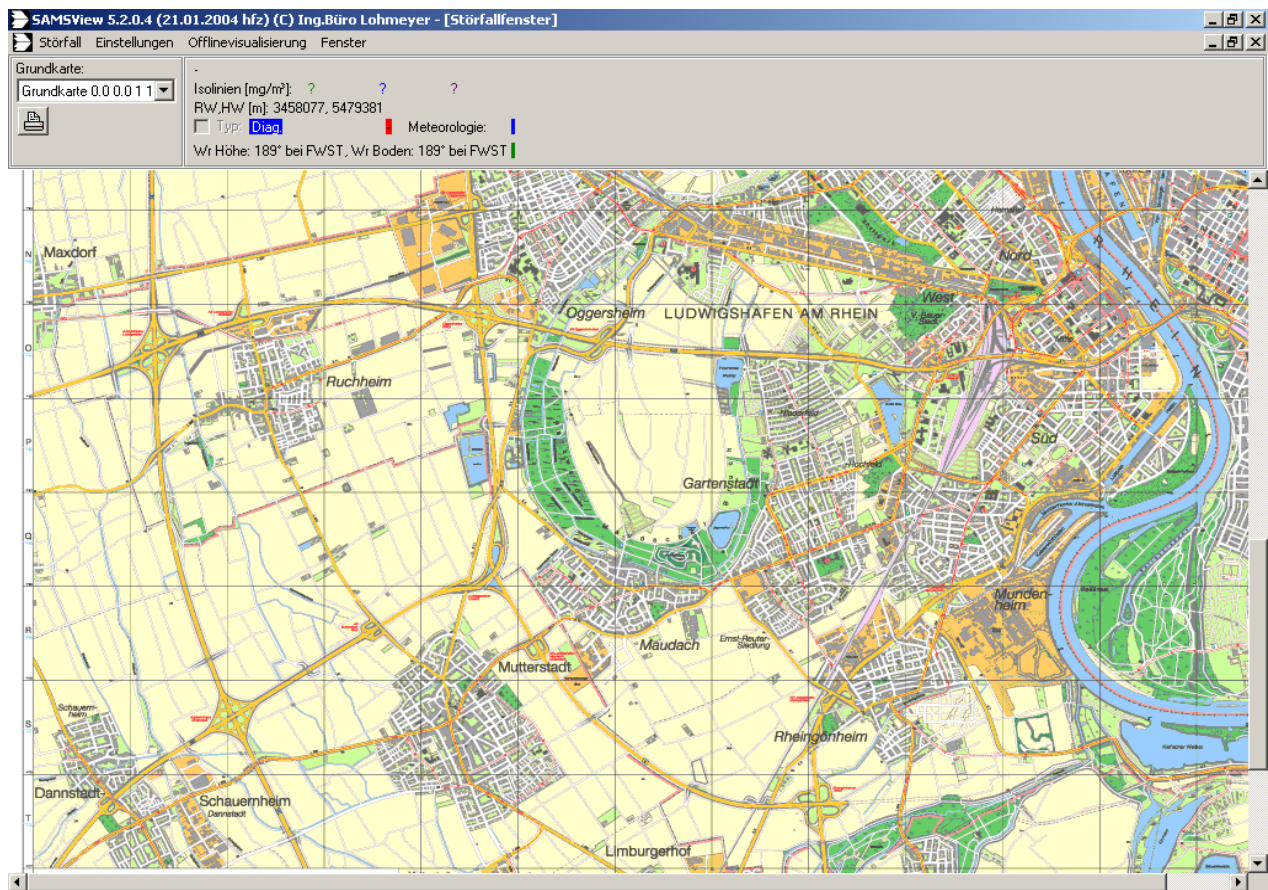

Abb. 3.2: Programm SAMSView5.exe
**Abb. 3.2** zeigt die Windows-Oberfläche des Programms SAMSView5.exe (im folgenden **SAMSView** genannt). Die Menüleiste des Programms **SAMSView** enthält die Menüpunkte „Störfall“, „Einstellungen“, „Offlinevisualisierung“ und „Fenster“2. Im Menü „Störfall“ kann eine Störfallrechnung gestartet bzw. beendet werden. Unter dem Menüpunkt „Einstellungen“ können während einer Störfallrechnung die Skalierung der Isolinienwerte geändert sowie eine Grafik des Freisetzungsverlaufes aufgerufen werden. Im Offlinebetrieb können Stoffdaten und Szenarien eingegeben werden. Der Menüpunkt „Offlinevisualisierung“ ermöglicht die Isolinien-Darstellung von vergangenen Störfallrechnungen. Die auf dem Bildschirm befindlichen Fenster können durch Ziehen mit der Maus beliebig verschoben werden, oder unter dem Menüpunkt „Fenster“ einzeln angewählt, überlappend oder nebeneinander dargestellt werden.